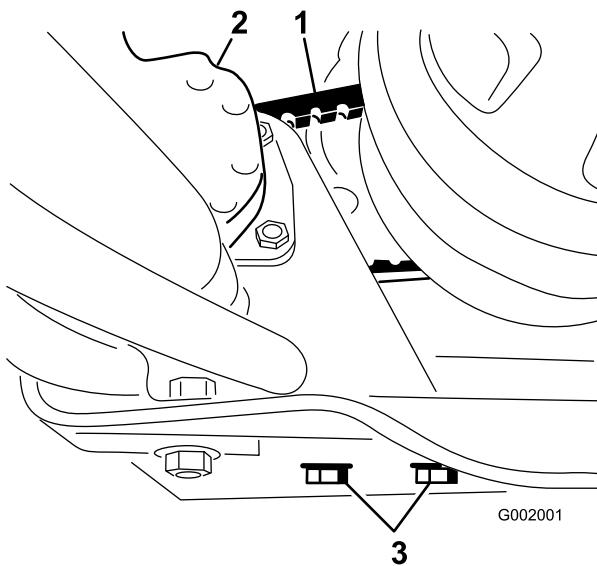

図 66
2. ステアリング・ポンプの取り付けボルトをゆるめる(図 66)。